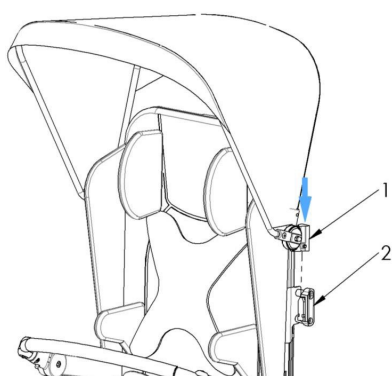
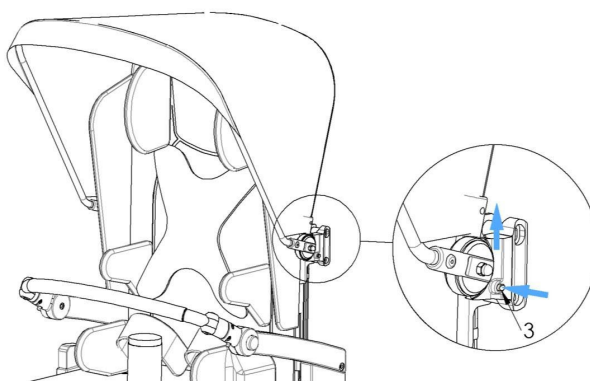

рис. 26
рис. 27
Для установки капюшона вставьте крюки капюшона (1) в крепежные элементы (2), расположенные по бокам спинки, пока не услышите характерный щелчок блокировки Рис. 26. Для того, чтобы снять капюшон, нажмите фиксаторы (3) держателя капюшона (1) по обеим сторонам спинки и потяните капюшон вверх Рис. 27.